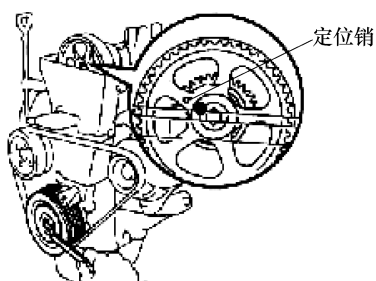

图 1-121 转动曲轴带轮
a. 转动曲轴带轮，使排气凸轮轴定位销稍微高出缸盖顶部，见图 1-121。